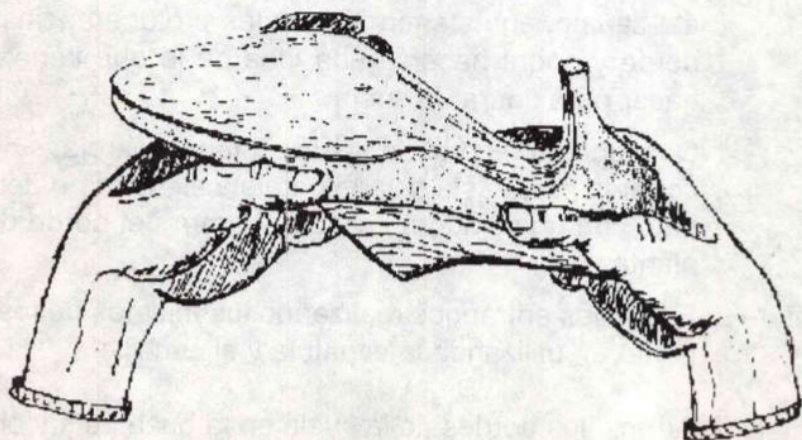

Fig. 3
- Tome el zapato como muestra la figura siguiente (Fig. 3)